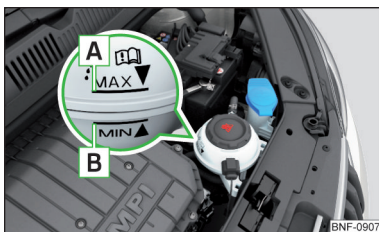

Fig. 142
**Verificarea nivelului lichidului de răcire** - lichidul de răcire trebuie să se situeze între marcasele **A** și **B** » fig. 142. Dacă nivelul lichidului de răcire se află sub marcajul **B**, completați cu lichid de răcire.
**Specificația** lichidului de răcire este menționată pe vasul de expansiune a lichidului de răcire » fig. 142.
- Nu adăugați lichid de răcire deasupra marcajului **A** » fig. 142. Lichidul de răcire ar putea fi scos din sistemul de răcire atunci când se înfierbântă - pericol de avariere a componentelor din compartimentul motor.